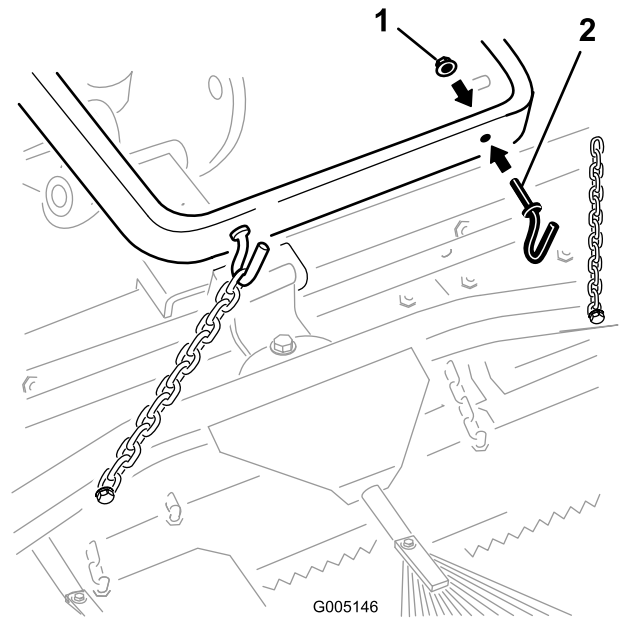

Figura 5
- A. Monte 2 ganchos en la parte trasera del brazo de elevación con 2 tuercas (3/8") (Figura 5). Sujete las cadenas a los ganchos con la longitud deseada.